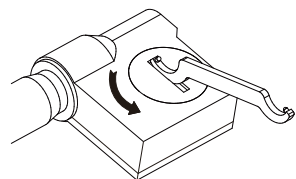

fig.1
- Gire la tapa de la batería en sentido contrario a las agujas del reloj con la llave (fig.1), luego quitarla.